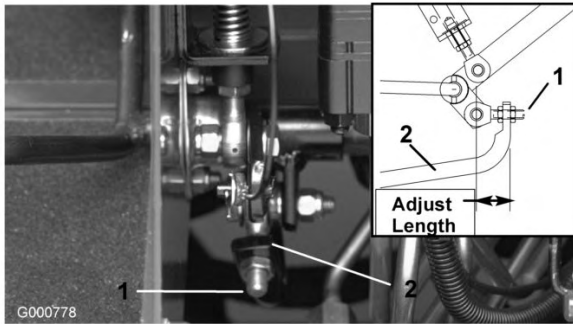

Figura 72
4. Ajuste las contratueras del extremo de la varilla de la bomba con objeto de desplazar el tubo de control de la bomba hacia adelante para eliminar el movimiento de la máquina hacia adelante, o hacia atrás para eliminar el movimiento hacia atrás (Figura 72).